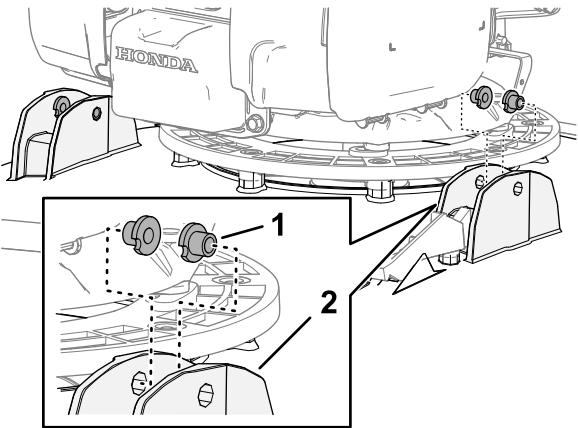

图 5
1. 将 2 个 T型轴套组装到剪草刀盘的手把法兰中 图 5。